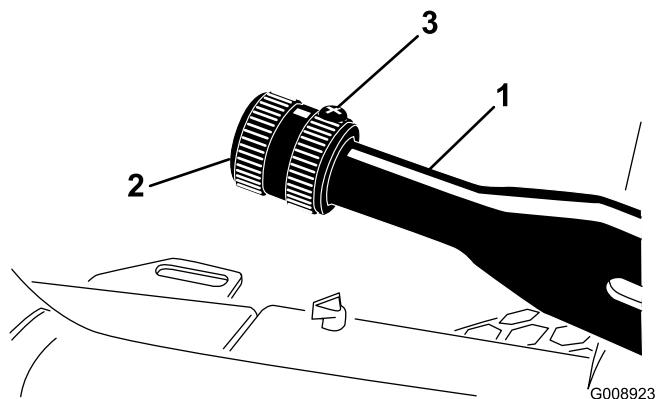

Figura 71
1. Afloje el tornillo de fijación que sujeta el pomo a la palanca del freno de estacionamiento (Figura 71).